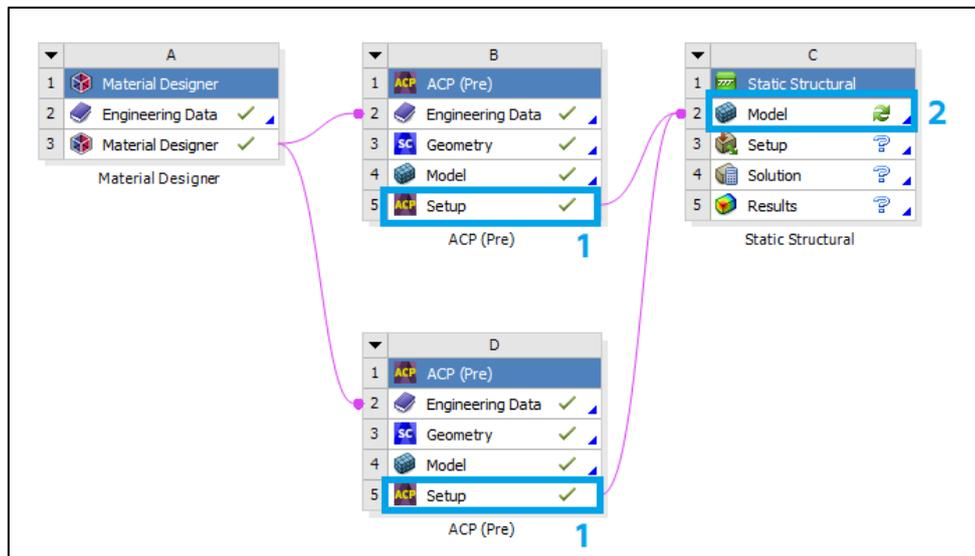

Рис. 25. Импорт данных в Static Structural
15. Поочередно зажимаем ЛКМ блок **Setup** (1) в обоих модулях **ACP (Pre)** и перетаскиваем его на блок **Model** (2) в модуле **Static Structural**. После этого появляется окно с двумя вариантами (рис. 25): первый пере-